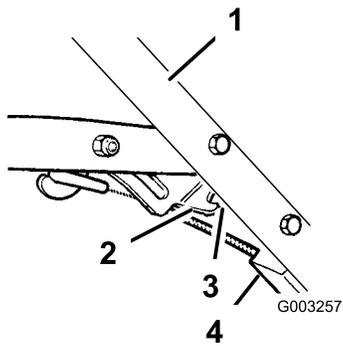

Figure 30
- Desserrez l'écrou sur le support du câble (Figure 30).